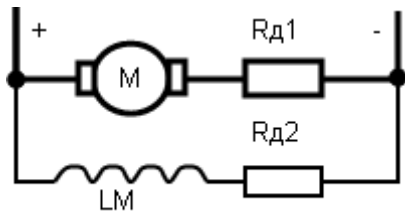

Рис.5. Принципиальная схема
6. Принципиальная электрическая схема (рис.5) двигателя?